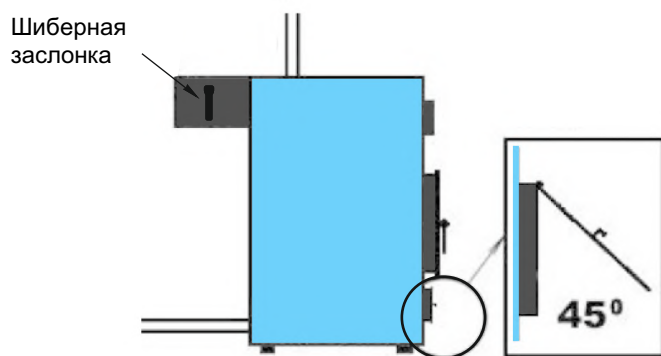
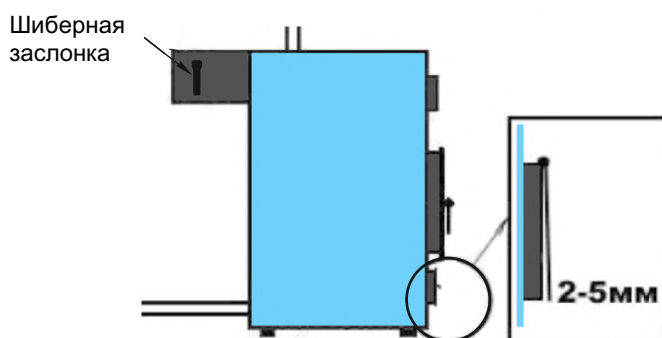

Рисунок 10
Рисунок 12
- после того, как воздух в отапливаемом помещении нагреется, прикрыть дверцу регулировки подачи воздуха, оставив воздушный зазор примерно — 2-5 мм (рис. 12), закрыть на половину заслонку в дымоотводящем патрубке (если шибер шторный, то выдвинуть его до риски на шторке). Таким образом будет обеспечена правильная работа котла и соответственно максимально эффективный, экономичный, комфортный режим работы, не требующий дополнительной регулировки до тех пор, пока в топке не останется топлива менее десятой части от полной загрузки;
- если доложено больше топлива, чем находится в топке, более чем в три раза, то необходимо приоткрыть дверцу регулировки подачи воздуха под 30-45 градусов относительно вертикали (рис. 10) на 5-10 минут, пока не займется дымом, не начнет тлеть вновь заложное топливо (чем влажнее топливо — тем дольше), после чего необходимо вернуть дверцу регулировки подачи воздуха в положение 2-5 мм зазора (рис. 12);